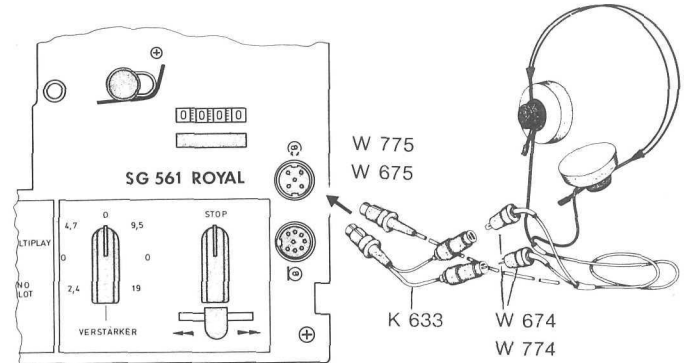

Abb. 5
2.2 Buchse „Kopfhörer“ (s. Abb. 5)